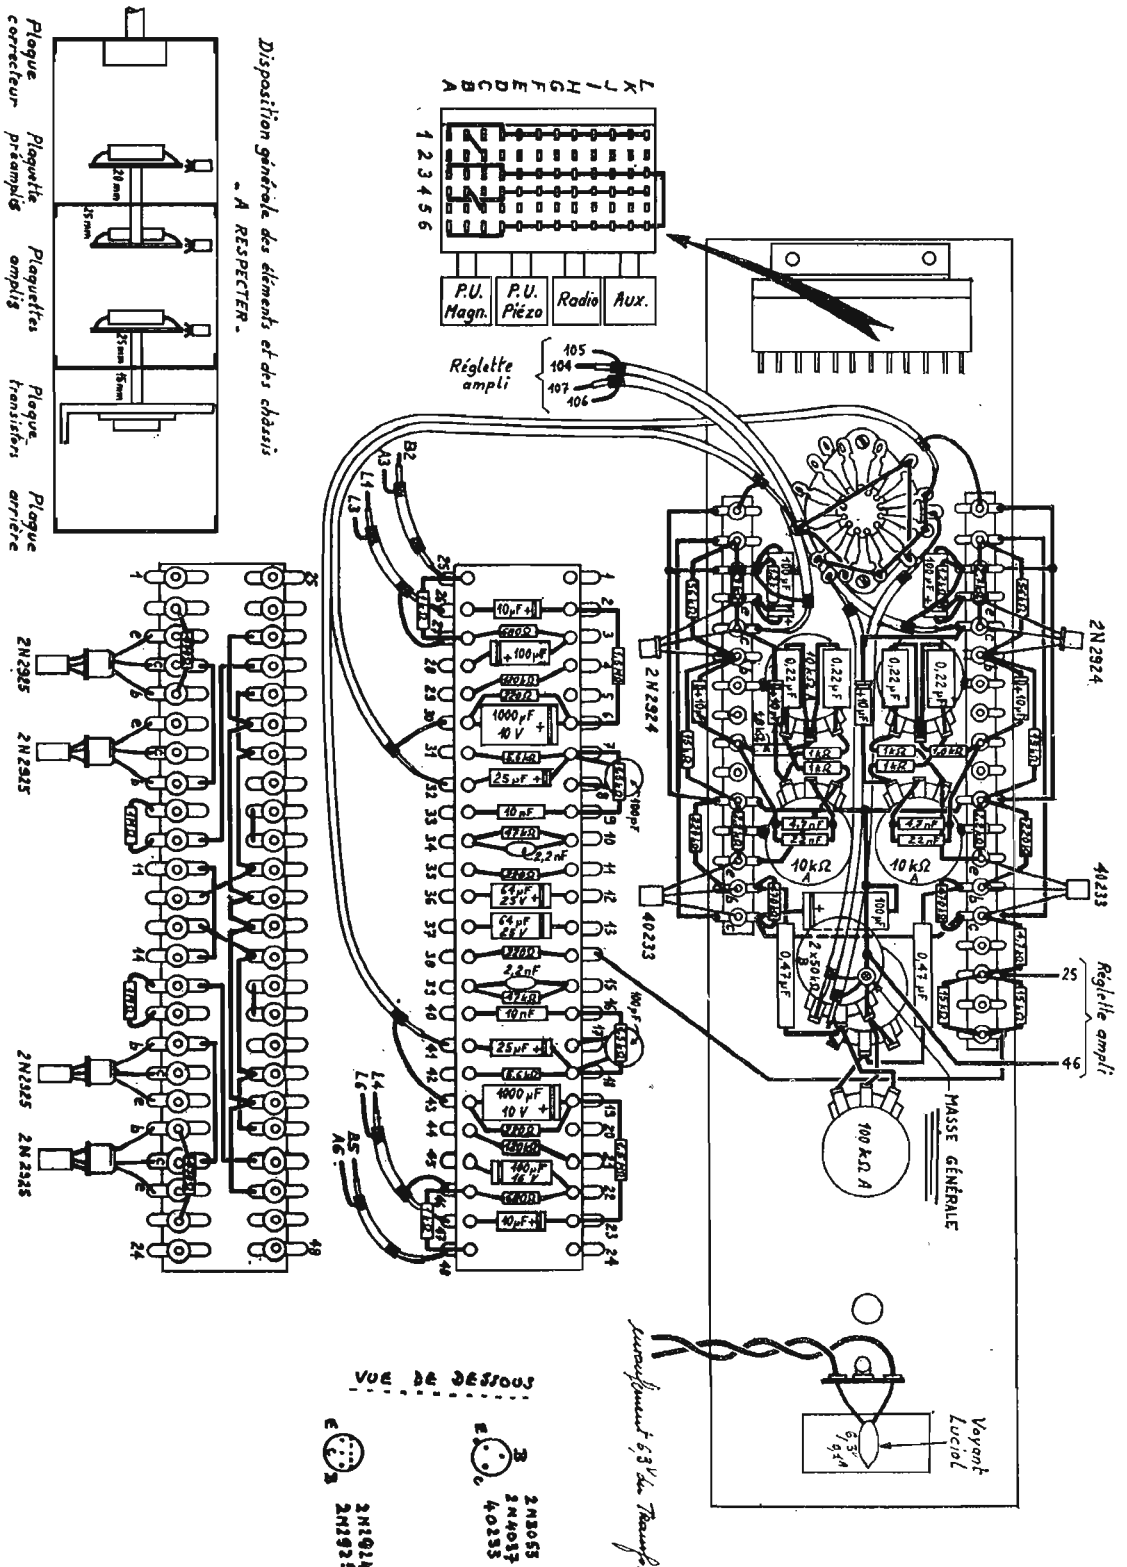

Fig. 2. — Câblage du côté avant du contacteur à poussoirs et des deux côtés de la réglette préamplificateurs (échelle 1/2)
strappages des cosses de ce contacteur avant de le fixer sur le châssis. Utiliser à cet effet du fil de masse de 6/10 et du souplisso 2 mm (voir le plan spécial de ce contacteur sur la figure 2). Le câblage de ce contacteur sera effectué avec un soin particulier, soudures fines, câblage « au carcé ».
e) Câblage du châssis préampli (figure 2) :